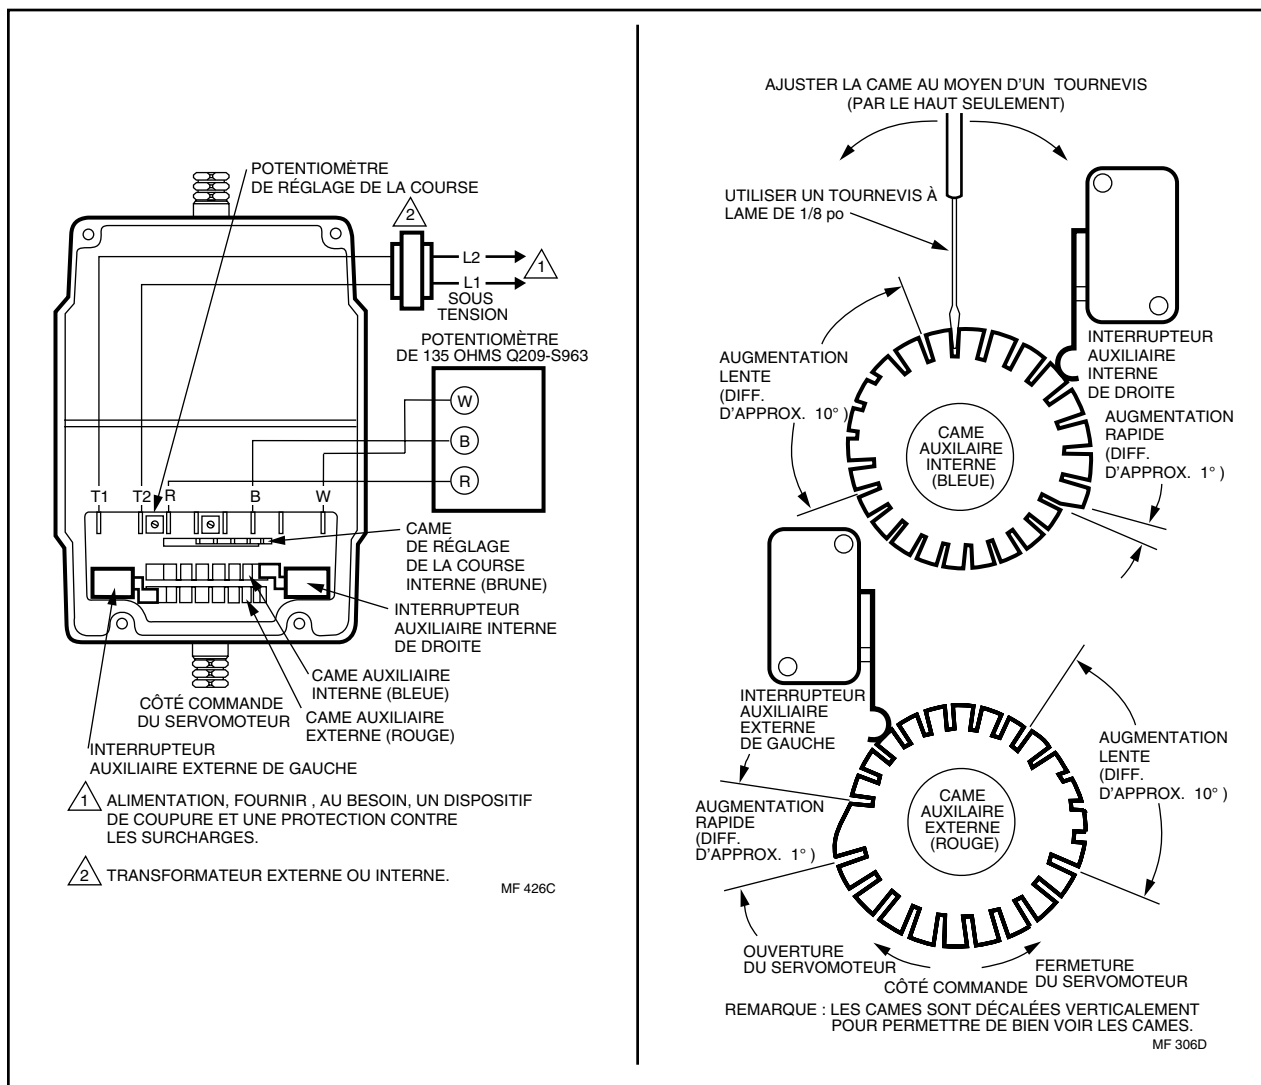

FIG. 21—RÉGLAGE DE L'INTERRUPTEUR AUXILIAIRE.
2. Débrancher le régulateur du moteur. Brancher un potentiomètre manuel 135 ohms et raccorder les bornes R, W et B du potentiomètre aux bornes correspondantes du moteur. (Fig. 21); ou placer un cavalier entre R et B ou R et W.